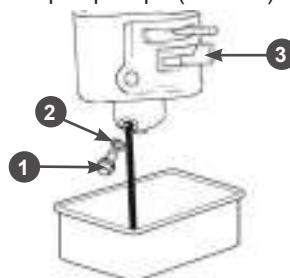

Рис. 41 Обслуживание карбюратора
1. Установите рычаг 3 топливного крана (Рис. 41) в положение «ЗАКРЫТО».
3. Открутите болт 1 сливного отверстия и спейте топливо из поплавковой камеры карбюратора (Рис. 41).
- Слейте топливо из топливного бака и карбюратора (Рис. 41).